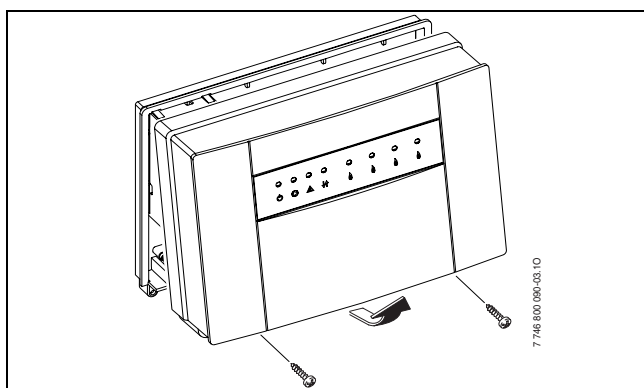

Рис. 6
- ▶ Відкрити корпус модуля ICM (головний ICM) (→ рис. 6).